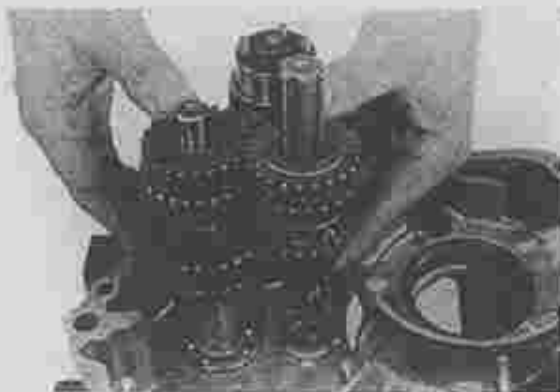

Fig. 58 Demonteren van versnellingsbak
- 5) Verwijder de versnellings-assen, tandwielen en schakel-rondsel tezamen, als één geheel uit het carter. (Fig. 58)